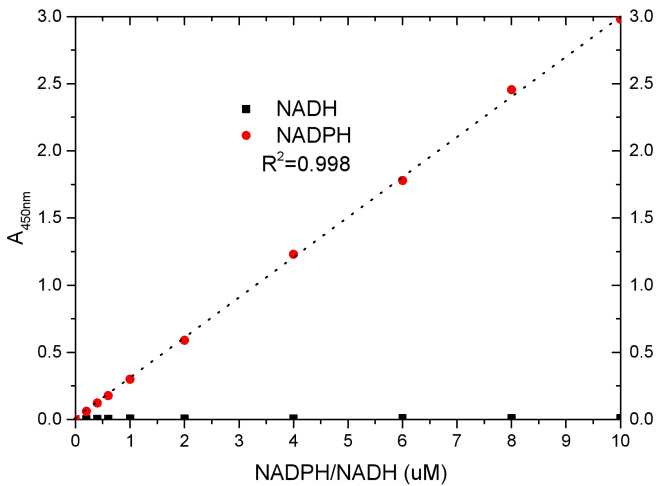

图 2. NADPH 的标准曲线。上图显示本试剂盒可以很好地检测出 NADPH 的含量，并且不会受 NADH 的干扰。不同的检测条件下，实际读数会因标准品的配制、检测仪器等的不同而存在差异，图中数据仅供参考。
- 4.2) 以 NADPH 的浓度为横坐标，吸光度为纵坐标，绘制出标准曲线。NADPH 标准品的检测效果请参考图 2。如果孵育时间过长，高浓度标准品的显色会达到平台，此时宜选择未达到平台的标准品来绘制标准曲线，或者选择孵育时间较短的标准品吸光度数据来绘制标准曲线。